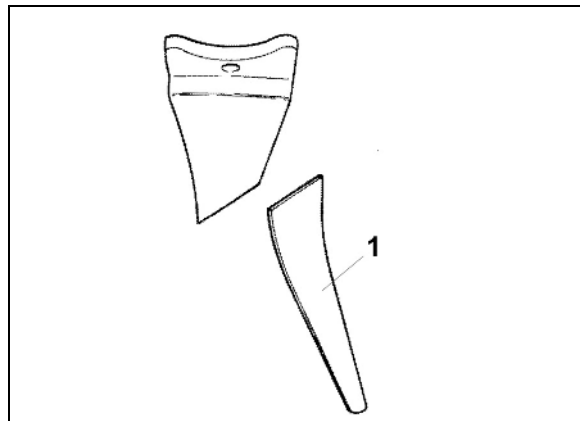

Fig. 83
Bei zunehmendem Verschleiß können die Bodenbearbeitungszinken durch Anschweißspitzen (Fig. 83/1) wieder auf Originallänge gebracht werden. Bodenbearbeitungszinken zuvor aus dem Werkzeugträger ausbauen (siehe Seite 81).
1. Anschweißspitze (Fig. 83/1) an den alten Bodenbearbeitungszinken anhalten